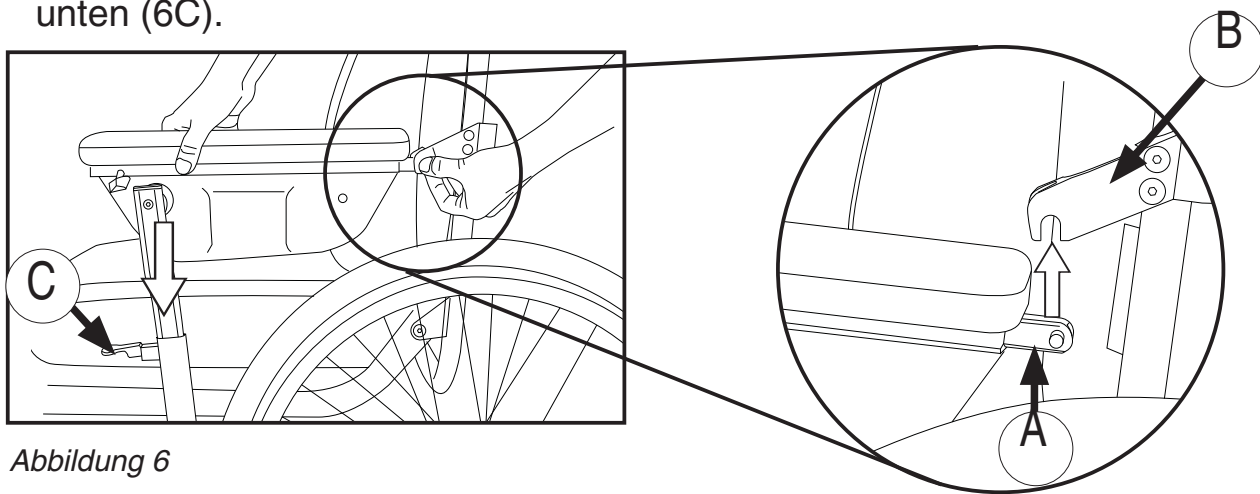

Abbildung 6
- Montieren Sie die Armlehne wie in Abbildung 6 dargestellt. Wenn der Sicherungsstift (6A) nicht richtig einrastet, schieben Sie die hintere Armlehnenbefestigung (6B) so weit nach hinten oder vorne bis der Sicherungsstift in der Halteposition einrastet.